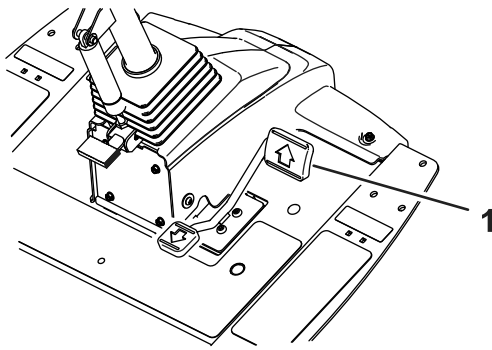
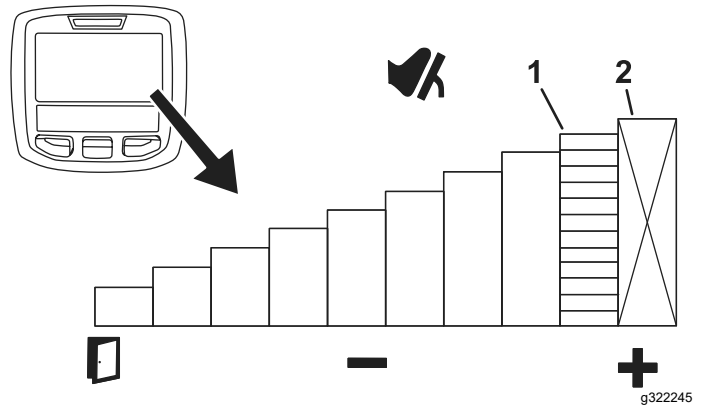

图 46
图 47
要临时设定机器的最大速度请将驱动踏板踩到底 图 46。您可以为剪草和行驶档设置单独的速度 图 47。
- 要使用此功能请从主屏幕 图 47 按 InfoCenter 信息中心中间按钮。